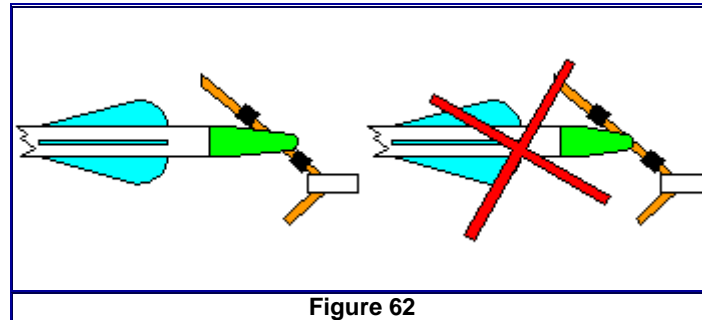

Figure 62
- Si deux repères d'encoche sont utilisés, il faut tenir compte de la forte **inclinaison** de la corde à plein allonge et écarter suffisamment les deux repères pour ne point gêner l'encoche. (Figure 62) Il existe des encoches spéciales pour pallier ce genre de problème surtout avec un montage à un repère.